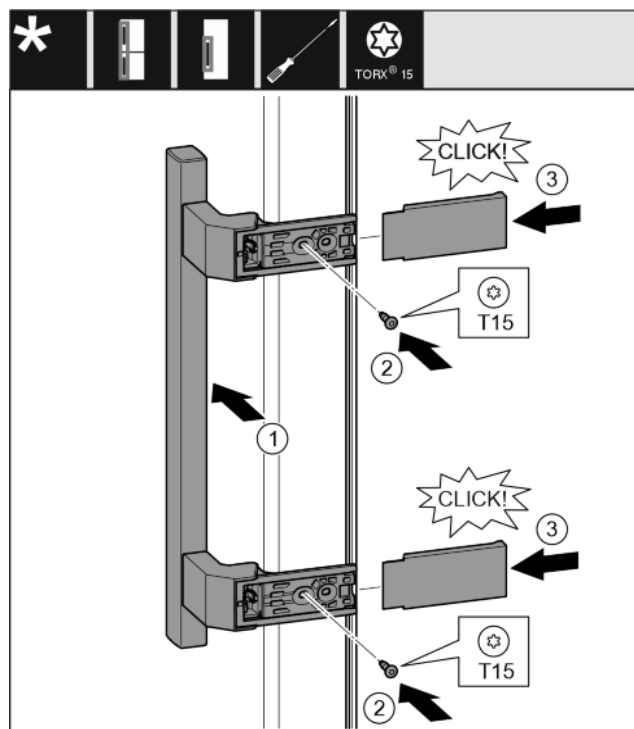

Fig. 31
- Ročaj namestite na nasprotno stran. Fig. 31 (1)
- Trdno privijte vijake z izvijačem T15. Fig. 31 (2)
- Pokrove pristavite ob strani in potisnite gor. Fig. 31 (3)